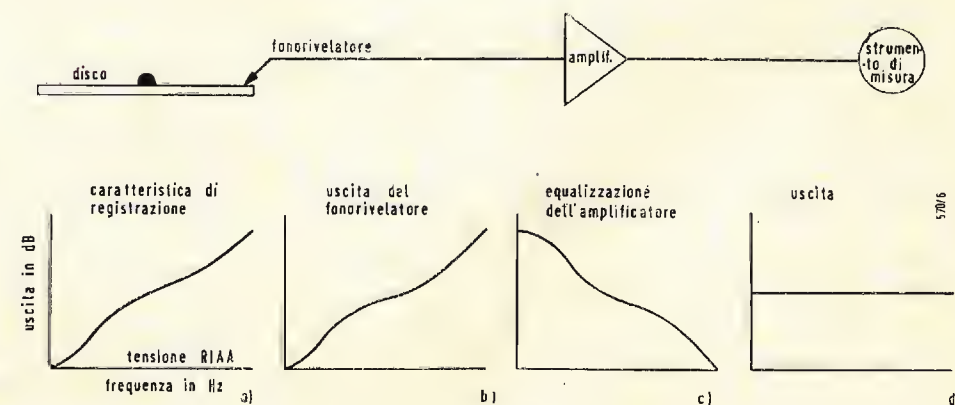

Fig. 4 - Caratteristiche frequenza risposta fra disco e uscita dell'amplificatore.
Per quale ragione non si usa la caratteristica RIAA? Vi è un argomento in favore di questo fatto, che scaturisce dalle seguenti considerazioni (v. fig. 4): supponiamo che in disco sia registrato con la caratteristica RIAA, (A) in fig. 4, allora un fonorivelatore rispondente idealmente alla velocità riproduce questa caratteristica su una base di velocità, (B) in fig. 4.
L'amplificatore è studiato in modo da possedere una caratteristica inversa (C) in fig. 4; perciò l'uscita dell'amplificatore alla bobina mobile dell'altoparlante, o al carico fittizio, è costante in funzione della frequenza (D) in fig. 4. Se le cose vanno così, il sistema generale è soddisfacente. Questo argomento è valido, salvo due eccezioni: primo, nel caso che la risposta generale del complesso non sia piatta, lo sperimentatore non ha un mezzo utile per determinare se l'inconveniente deriva dall'amplificatore, o dal fonorivelatore.